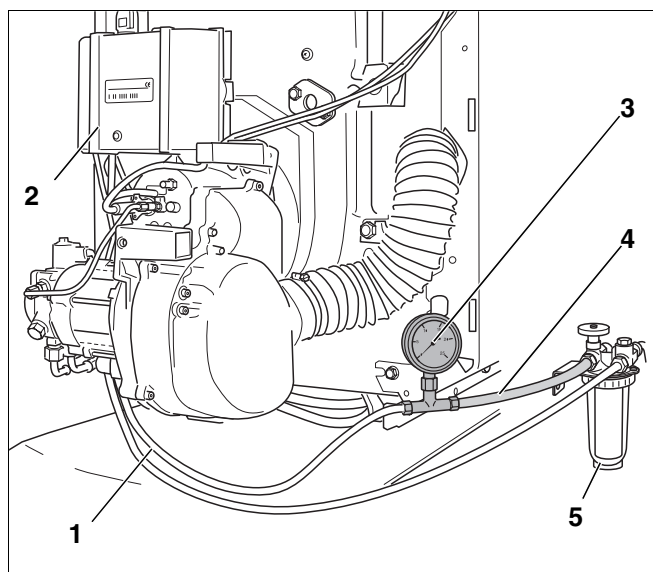

Рис. 16 Топливный фильтр, вакуумметр и прозрачный шланг
- Установить вакуумметр (рис. 16, **поз. 3**) с прозрачным шлангом (рис. 16, **поз. 4**; дополнительная комплектация), как показано на рис. 16, между топливным фильтром (рис. 16, **поз. 5**) и всасывающим топливopоводом (рис. 16, **поз. 1**).
- Контролируйте отсутствие пузырьков воздуха во всасываемом топливе, идущем по прозрачному шлангу (рис. 16, **поз. 4**).